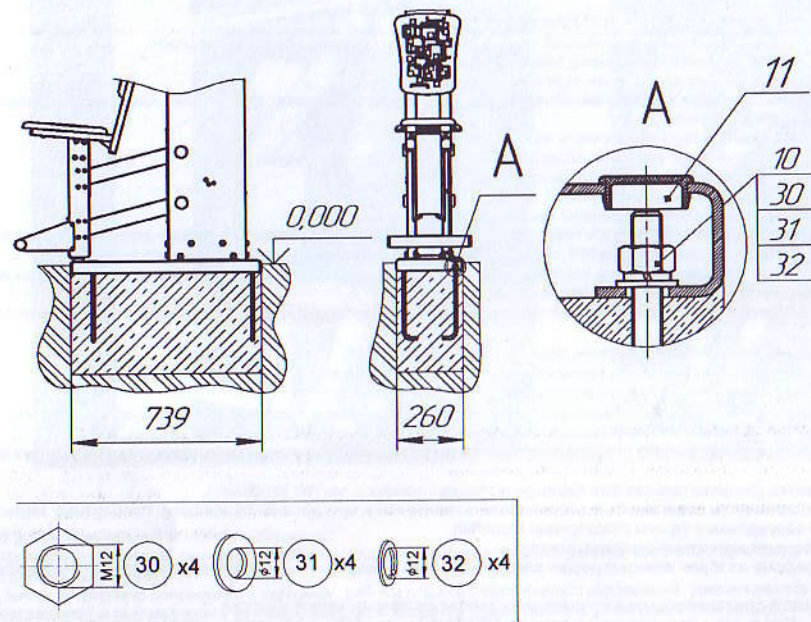

Рис.9
12.3.11 Убедиться в сухости и прочности залитого бетона. Установить тренажер на анкерные болты и закрепить с применением фиксатора резьбы, установить заглушки поз.11 (рис.9).